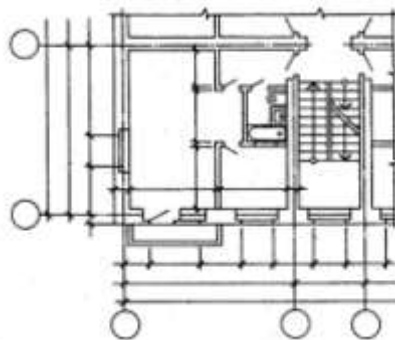

Рисунок 3. Нанесение оконных и дверных проемов, лестниц и площадок
8. Показать открывание дверей и указать расположение лестниц с нанесением всех ступенек и площадок по ГОСТ (Рис. 3).